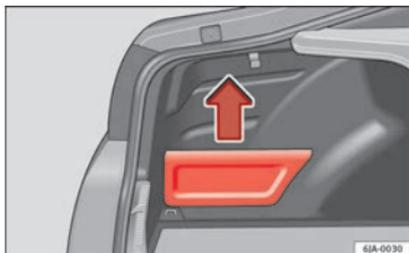

Fig. 160 Coffre à bagages : vide-poches.
- Saisissez le cache par son côté supérieur et retirez-le dans le sens de la flèche » fig. 160.